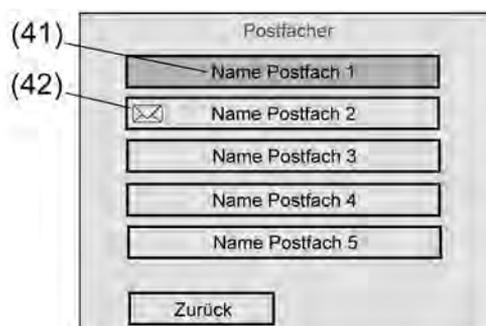

Bild 40: Systemseite für Postfächer
Das Tableau sendet automatisch ein "0"-Telegramm über die Postfachobjekte auf den Bus aus, sobald der Bediener des Tableaus vor Ort auf der Systemseite "Postfächer" (Bild 40) ein Postfach öffnet und sich auf diese Weise die Inhalte anzeigen lässt.
Der Bediener des Tableaus kann sich jederzeit die Inhalte seiner Postfächer auf dem Gerätebildschirm anzeigen lassen und somit E-Mail Nachrichten lesen. Zu diesem Zweck muss die Systemseite "Postfächer" vom Bediener aufgerufen werden (Bild 40). Der Sprung auf diese Seite ist durch einen Seitenaufruf einer Funktionstaste möglich.
- i** Neu eingetroffene E-Mail Nachrichten werden am Bildschirm nicht signalisiert, solange die Posteingangs-Anzeigeseite angezeigt wird oder der Lesemodus aktiv ist. Neue Nachrichten werden erst dann durch das "Brief-Symbol" auf dem Bildschirm sichtbar (Bild 40), sobald die Posteingangs-Anzeigeseite verlassen wird. Beim nächsten Aufruf der Anzeigeseite können dann neu eingetroffene Nachrichten gelesen werden.